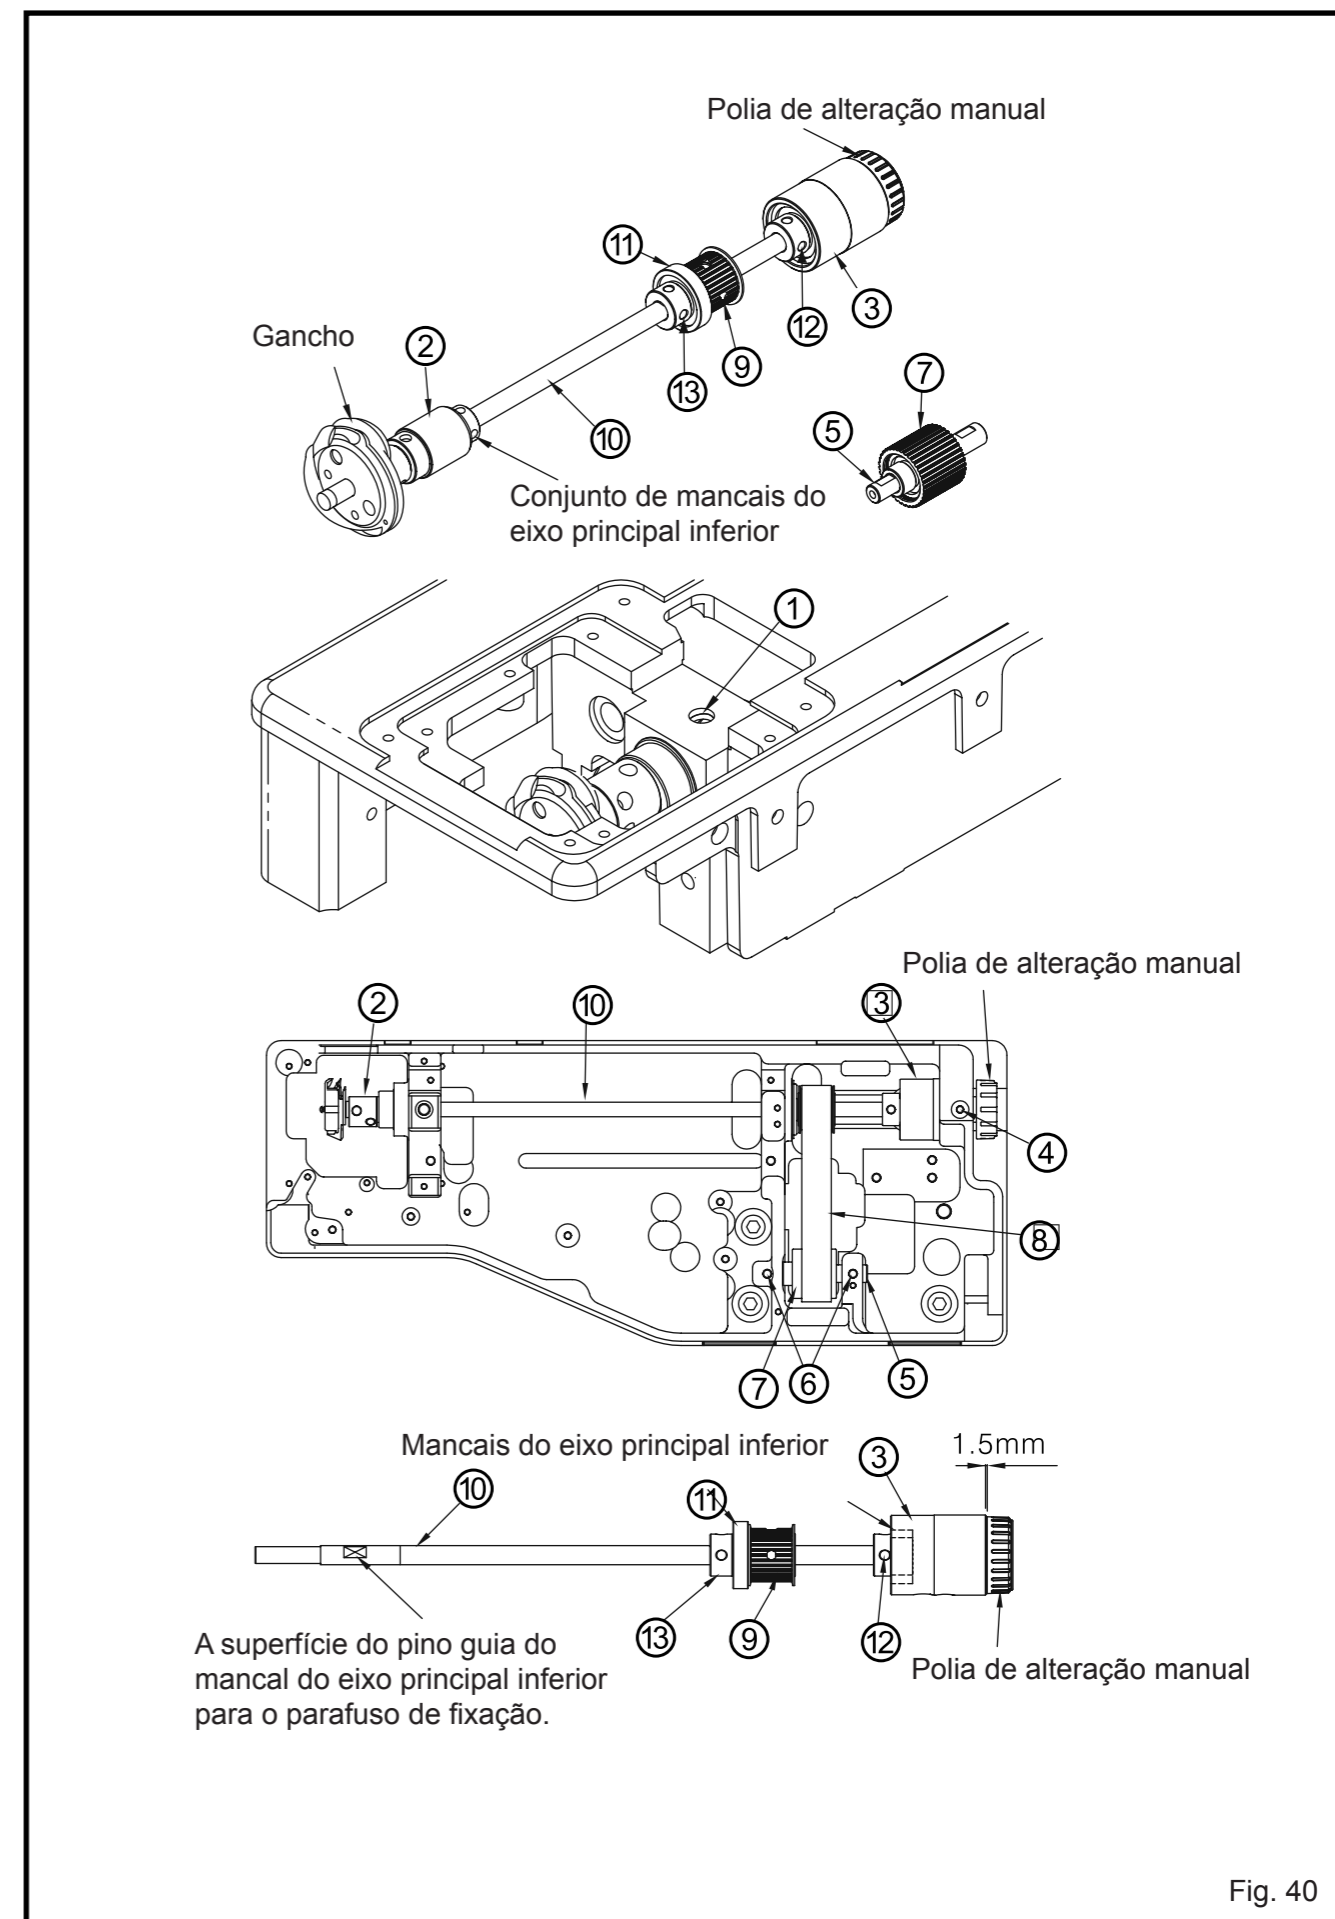

Fig. 40
- (1) Desmonte a combinação da alimentação inferior do arrastador e a almofada lubrificadora fixa e então afrouxe os dois parafusos de fixação da combinação ① do eixo principal inferior. (Fig. 40)
- (2) Incline o cabeçote da máquina para baixo e então desmonte o anel fixado do gancho ②.
- (3) Afrouxe o parafuso de fixação ③ no mancal do eixo principal inferior ④.
- (4) Afrouxe o parafuso de fixação ⑤ no mancal do eixo principal inferior ③.
- (5) Afrouxe dois parafusos de fixação ⑥ dos eixos fixos ⑦ e então retire o eixo fixo do meio da parte de trás.
- (6) Afrouxe dois parafusos do eixo acionado por correia ⑧. Então retire o eixo principal inferior da parte de trás.
- (7) Retire a correia de sincronização dele.